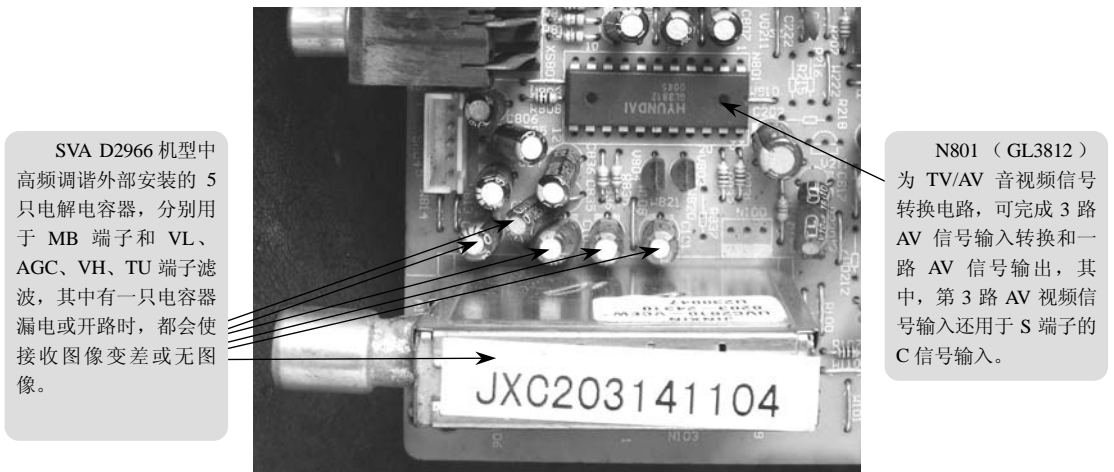
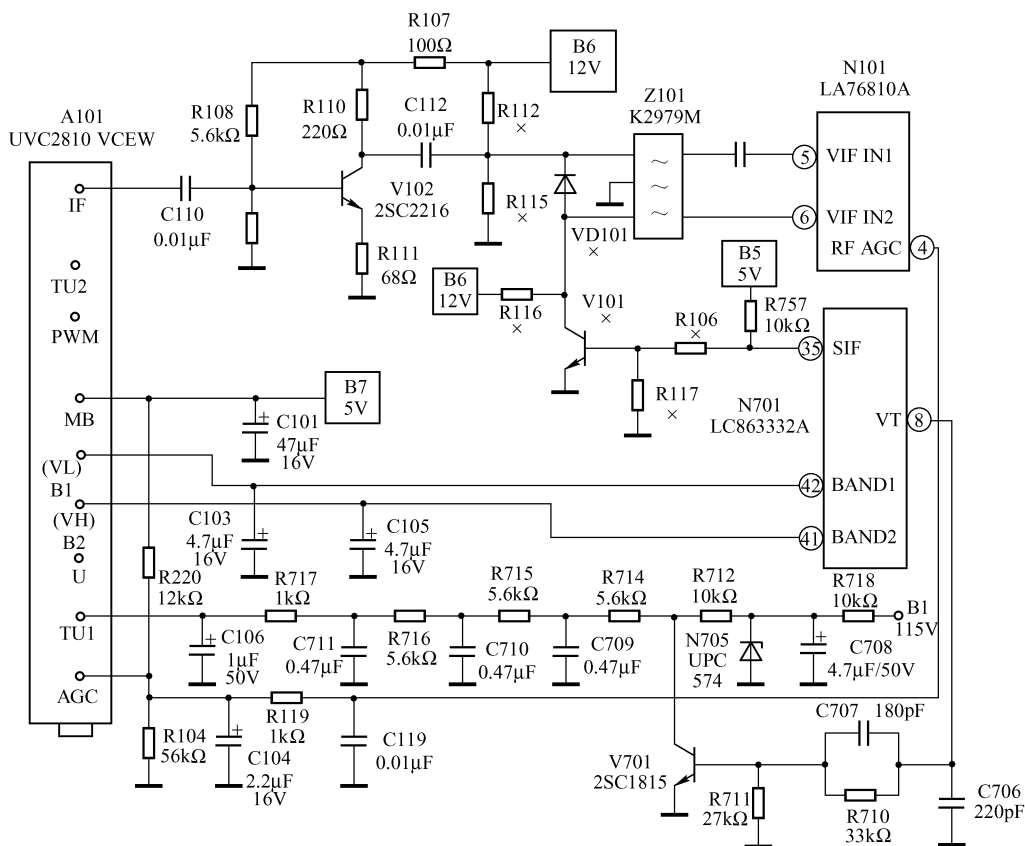

图 1-17 SVA D2966F 机型中高频头实物图
图 1-19 SVA D2966F 机型中高频头引脚电路原理图 (该图依实物绘制, 打“×”元件实物中未用)
高频调谐器的内部结构十分精密，总是以一个独立器件的身份应用在彩色电视机的主板电路中，因此从实际维修角度来看，只需要了解高频调谐器在具体机型中引脚应用电路的工作原理即可，而对高频调谐器的内部电路就不必细究，只要知道基本原理就足够了。所以下面就以 SVA D2966F 机型中的应用电路来分析高频调谐器的工作原理。其实物图如图 1-17 所示，引脚印制线路图如图 1-18 所示，引脚功能及在正常状态下的电压值、电阻值见表 1-2，电路原理图如图 1-19 所示。
在如图 1-19 所示中，A101 引脚主要有 6 条支路，分别有不同的功能作用。
首先我们应该知道,荧光屏上无信号时所出现的雪花点是高频调谐器内部本机振荡频率通过中频、视频通道加到尾板电路形成的。因此在白光栅、无图像、无伴音时,则可能是高中频通道阻塞,或本振电路不工作,也可能是视频通道不工作。但这时可首先转换输入 AV 视频信号,若此时无图像,则故障点在视频通道;若此时有图像,则故障点在高中频通道,这时可注意检查 A101 的 AGC 端子及其外围电路,见图 1-19,常见的故障原因是 C104 失效或 R220 开路,或 N101④脚输出异常。但也不排除高频头不良或损坏。